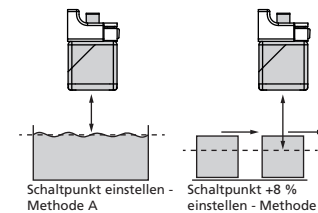

Bild 10: Einstellung des Schaltpunktes bei unterschiedlicher Bewegungsrichtung des Objekts
- Für die Abtastung von Objekten, die seitlich in das Schallfeld eintreten, sollte die Teach-in-Prozedur »Schalt-punkt +8 % einstellen – Methode B« gewählt werden. Es wird ein um 8 % größerer Schaltpunkt als die tatsächliche Entfernung zum Objekt eingestellt. Dies stellt auch bei geringfügigen Höhenschwankungen der Objekte ein stabiles Schaltverhalten sicher (Bild 10).